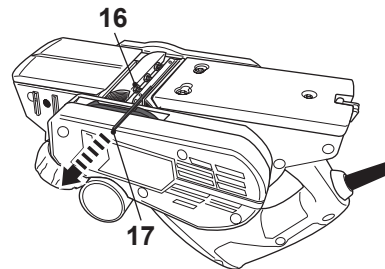

Fig. 16
- > Poussez légèrement la lame [17] avec une pièce de bois et tirez-la à l'aide d'un outil approprié, par exemple une pince (Fig. 16).